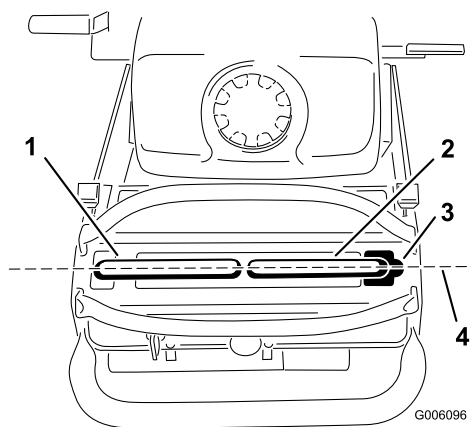

Figura 45
Importante: Dopo aver regolato le leve di controllo del movimento, assicuratevi che l'allineamento del tosaerba sia corretto. Dopo aver regolato l'allineamento, le leve di controllo del movimento potrebbero non allinearsi longitudinalmente (Figura 45).
1. Una volta terminato l'allineamento orizzontale, controllate l'allineamento longitudinale (Figura 45).